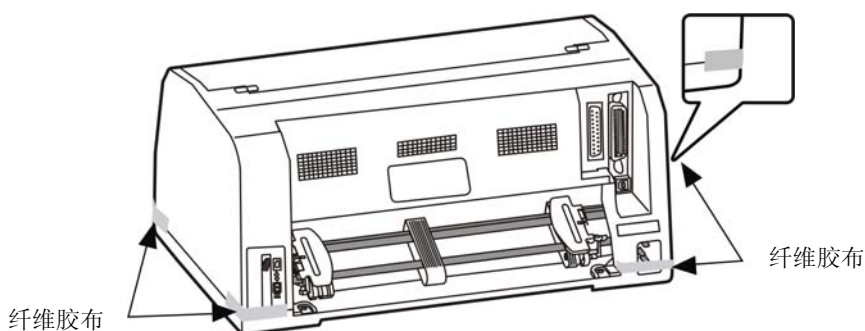

图 2-2 拆除纤维胶布
1. 打开包装箱，取出打印机，撕下打印机外壳四处的纤维胶布（如图 2-2 所示）。